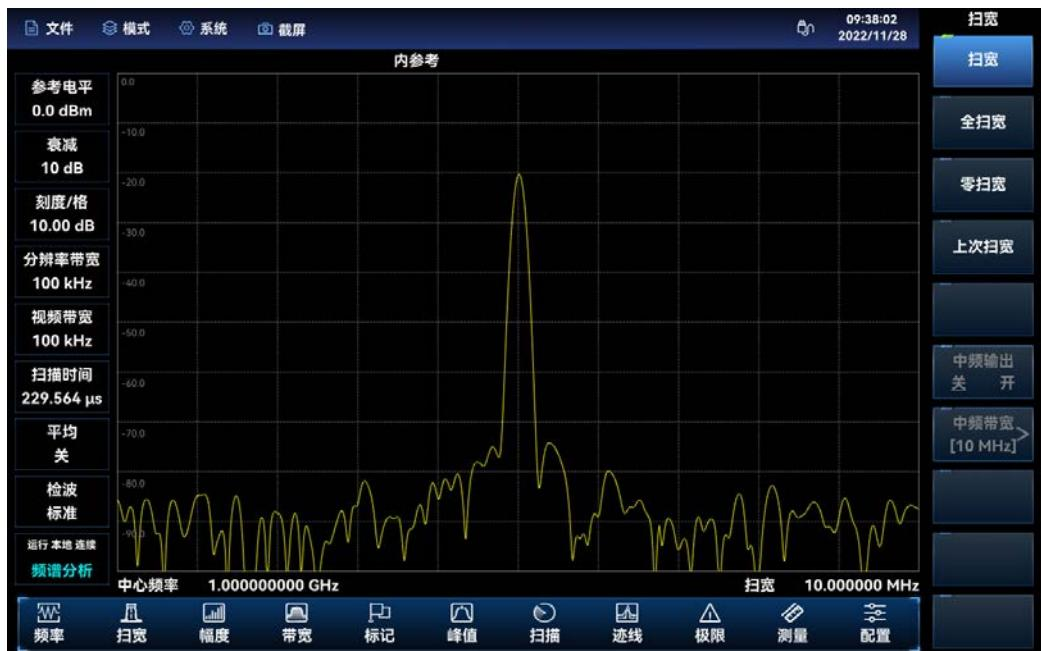

图 3.2 中心频率为 1GHz, 扫宽 10MHz
- 按【扫宽】，选择[扫宽]，注意顶部信息显示区是否显示扫宽数据，以确定当前激活的参数。减小扫宽，例如至 10MHz，用数据键盘键入[1][0]，选择单位 [MHz]，或者用[↓]键步进减小至此值（滑动轴和步进键都可用于改变当前参数的数值）。显示结果如图 3.2。注意分辨率带宽和视频带宽与扫宽是自适应的，它们根据给定的扫宽值自动调整到合适的值。扫描时间也具有自适应功能。